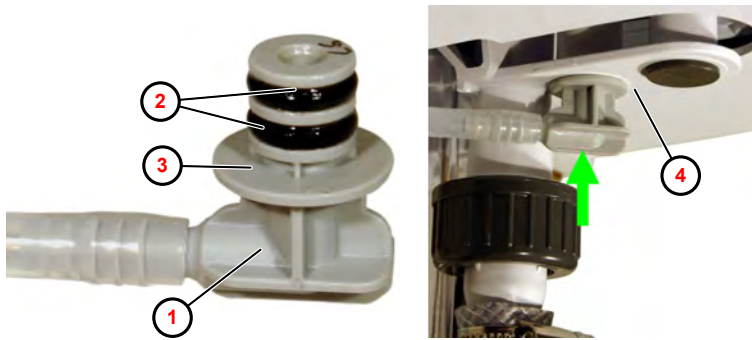

Fig. 14: Smontaggio dell'adattatore di collegamento
1. ➤ Estrarre gli o-ring (Fig. 14 , ②) dall'adattatore di collegamento ① .
2. ➤ Pulire la sede dell'o-ring ③ manualmente.
5. ➤ Inserire l'adattatore di collegamento ④ fino a fine corsa, finché non diventa solidale con l'alloggiamento della tramoggia.